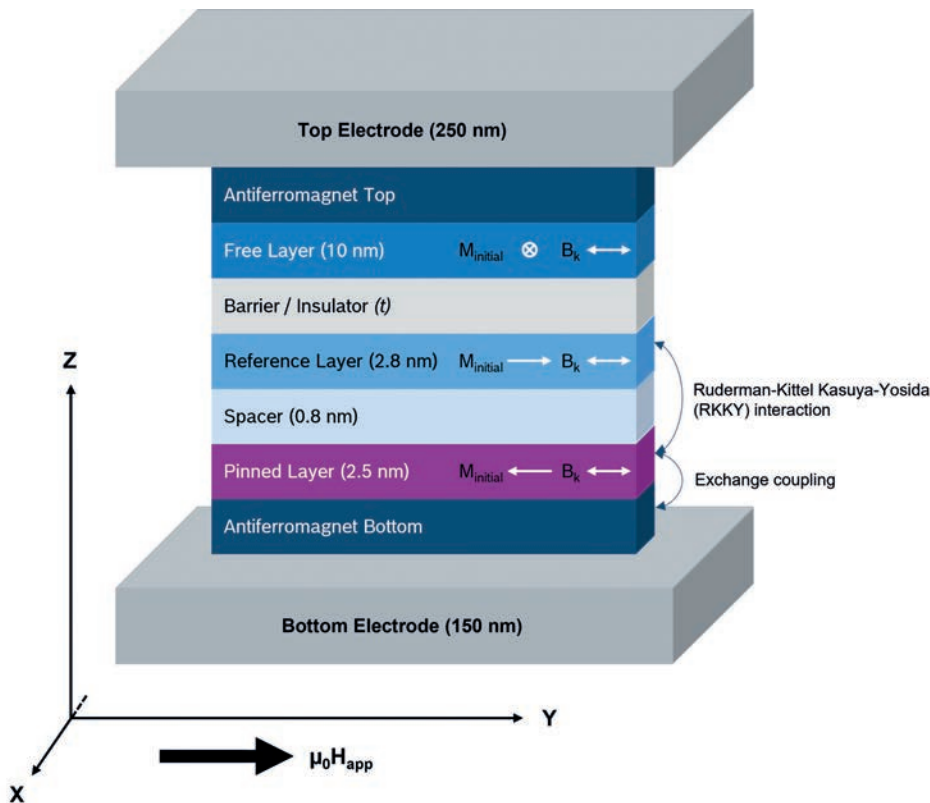

Bild 3: Schema eines MTJ-Stapels und Ausrichtung der Simulations-Eingangsvektoren relativ zu den Koordinatenachsen
Der Magnetic-Tunnel-Junction (MTJ) in Bild 3 verwendet die sogenannte Austauschkopplung. Bei dieser TMR-Struktur handelt es sich um eine MTJ-Multischicht zwischen zwei
Um das Austauschfeld zu erhöhen und den MTJ thermisch stabiler zu machen, kann eine synthetische antiferromagnetische (SAF) Struktur anstelle eines einzelnen Ferromagneten (FM) in dem Pinned Layer verwendet werden, der an den AFM angrenzt. Die SAF-Struktur besteht aus zwei oder mehr FM-Schichten, die durch dünne Ruthenium-Schichten getrennt sind und durch die RKKY-Wechselwirkung gekoppelt sind. Um die Magnetisierung des Pinned Layers in einer Richtung zu fixieren, wird die Austauschkopplung zwischen der FM- und der AFM-Schicht genutzt. Nur Magnetfelder oberhalb des Austauschfeldes können die Magnetisierung des Pinned Layers umkehren. Die Pfeile in Bild 3 geben die Richtung der Magnetisierung und des angelegten Magnetfeldes an.